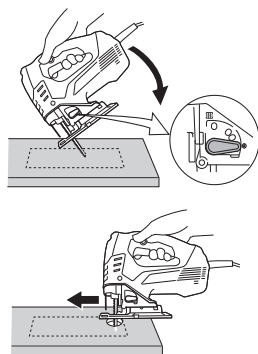

图 15
- (1) 调整速度。拨到刻度“3”与“4”之间。
- (2) 将轨道位置设为“0”或“I”。
- (3) 总是使用适当的切割液（锭子油，肥皂水等）。当切割液不合适时，将油酯涂在切割材料的背面。
5. 钻孔切割（图 15）